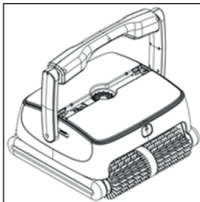

Abbildung 1
- Drücken Sie die Öffnungstaste an der Frontseite des Reiniger (siehe Abbildung 1)